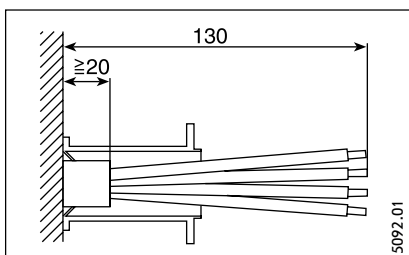

Рис. 6
- при подштукатурном подсоединении соединительный провод должен быть заизолирован и выступать из стены на расстояние не менее 20 мм (рис.6).